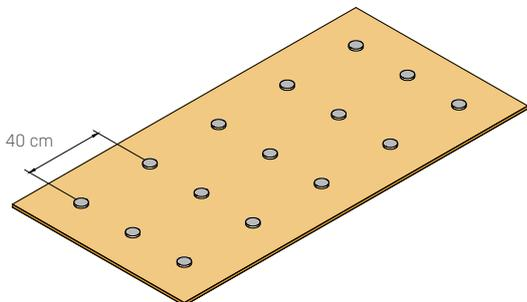

ABBILDUNG 6: Zusätzliche Dämmung
5. Die Klebestellen dürfen maximal 40 cm voneinander entfernt sein, wir empfehlen jedoch einen kürzeren Abstand am Rand jeder Platte, um diesen Bereich zu verstärken. [Abb. 6]